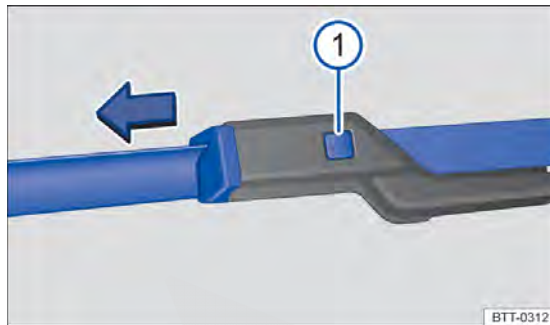

Fig. 137 Substituir as palhetas dos limpadores do para-brisa.
- Manter o botão de destravamento → Fig. 137 ⓘ pressionado e, ao mesmo tempo, retirar a palheta do limpador do para-brisa no sentido da seta.